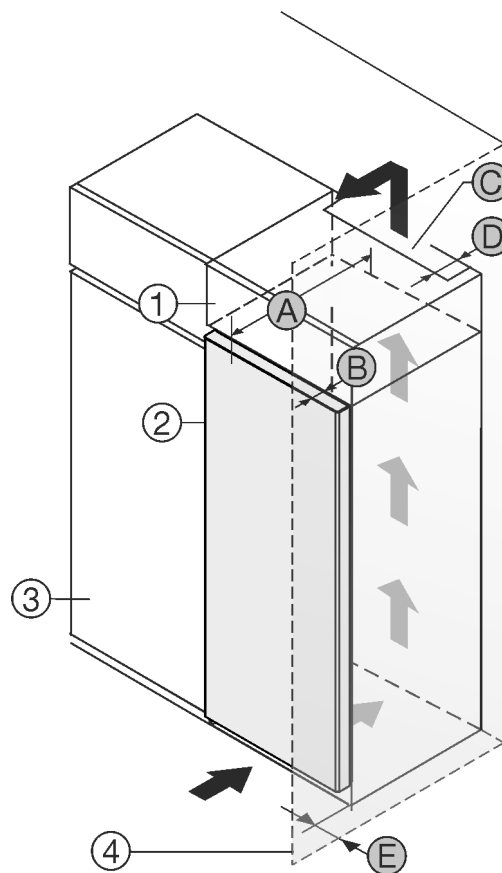

Fig. 1
Ви можете встановити пристрій безпосередньо поряд із кухонною шафою Fig. 1 (3)\*.
Зі зворотного боку шафи для встановлення на пристрої слід передбачити вентиляційну шафу завглибшки Fig. 1 (D) на всю ширину цієї шафи.\*
Слід дотримуватися вентиляційного отвору Fig. 1 (C) в стелі приміщення.\*
Якщо пристрій із шарнірами встановлюється поряд зі стіною Fig. 1 (4), відстань між пристроєм і стіною повинна бути не менше 13 мм.\*
Якщо пристрій із шарнірами встановлюється поряд зі стіною Fig. 1 (4), відстань між пристроєм і стіною повинна бути не менше 20 мм.\*
Щоб мати можливість повністю відкривати дверцята, потрібно, щоб пристрій виступав на відстань глибини дверцят Fig. 1 (B) відносно передньої панелі кухонної шафи. Залежно від глибини кухонних шаф Fig. 1 (3) та використання пристінних розпірок пристрій може ще більше виступати вперед.\*